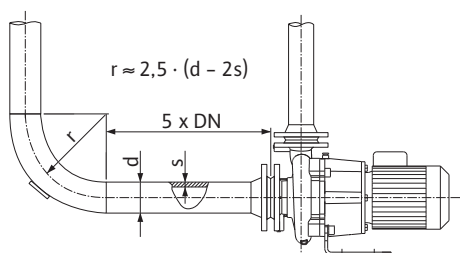
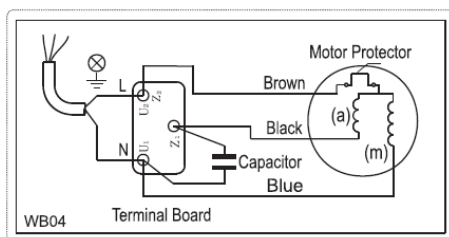

Fig. 4: Stabilizačná trasa pred a za čerpadlom
Fig. 5: Pripojka na striedavý prúd
- Sieťová prípojka závisí od výkonu motora P₂ od sieťového napätia a druhu spínania. Požadované spínanie spájacích mostov vo svorkovnici nájdete v nasledujúcej tabuľke, ako aj na Fig. 4 a Fig. 5.